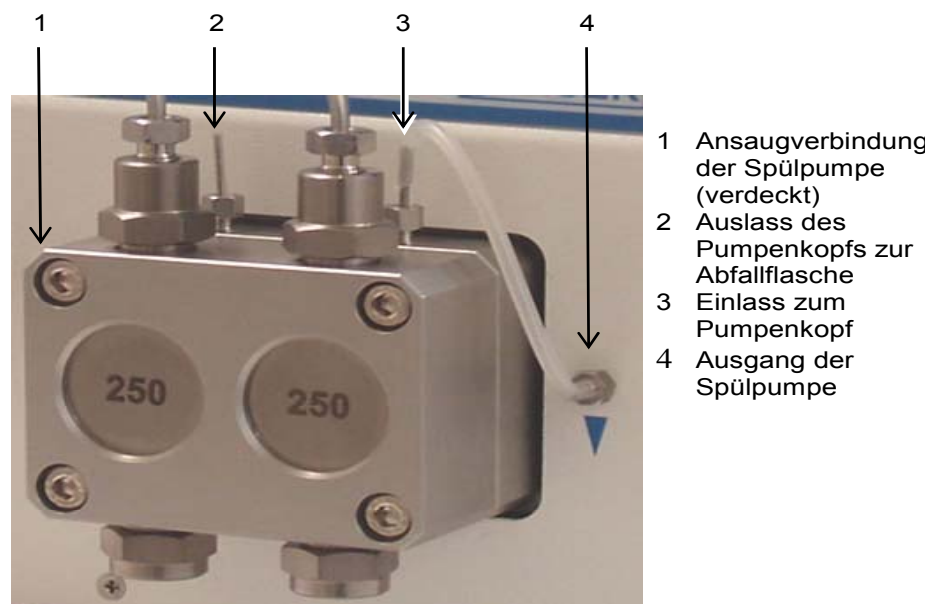

Abb. 20 Kapillaranschlüsse für die Kolbenhinterspülung
1. Verbinden Sie mithilfe der Silikonschläuche aus dem Beipack die Position 1 mit dem Vorlagebehälter (Abb. 20).